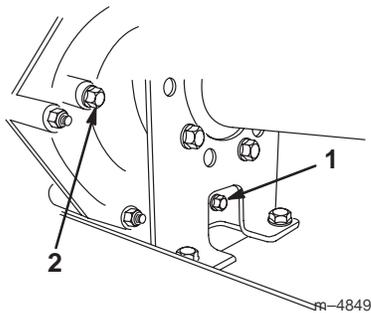
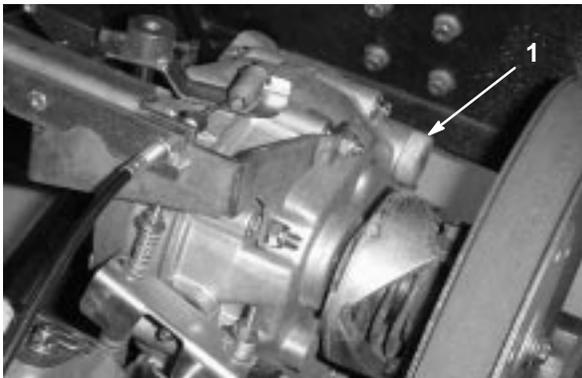

Bild 40
Bild 41
2. Entfernen Sie die Ablassschraube aus der rechten Seite des Behälters (Bild 40) und lassen die Flüssigkeit in ein Auffanggefäß ablaufen. Schrauben Sie die Ablassschraube wieder fest ein, wenn keine Flüssigkeit mehr ausströmt.
3. Füllen Sie den Behälter (Bild 41) mit ungefähr 1,4 l SAE 10W30 Motoröl oder so weit, dass der Ölstand die Unterseite des Prüfloh erreicht (Bild 40).